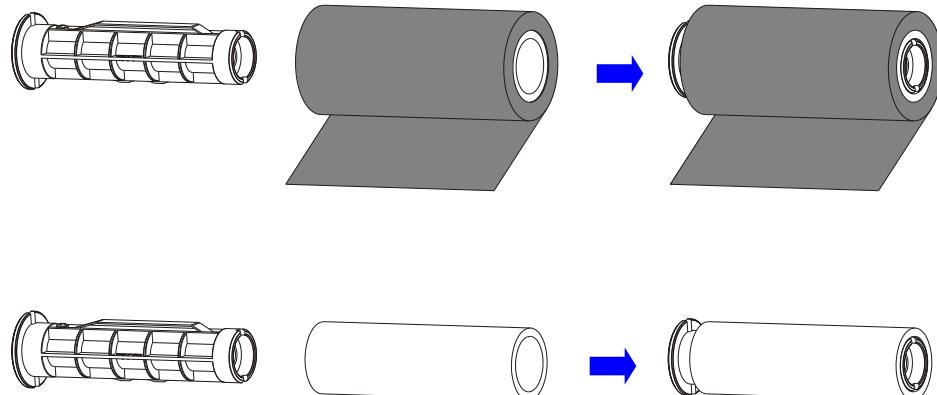

图 2-6
- 拆开碳带卷，将一个碳带适配管插入碳带卷中，同时将另外一个碳带适配管插入空卷芯中。如图 2-6 所示。